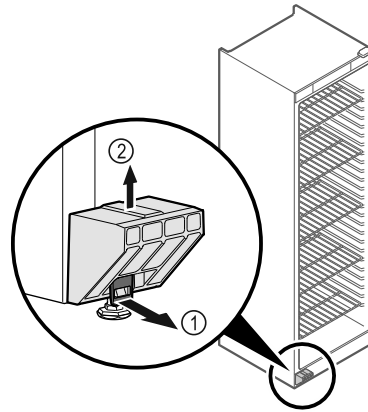

Fig. 4
- ▶ Lasche Fig. 4 (1) nach vorne ziehen.
- ▶ Transportsicherung Fig. 4 (2) nach oben abziehen.